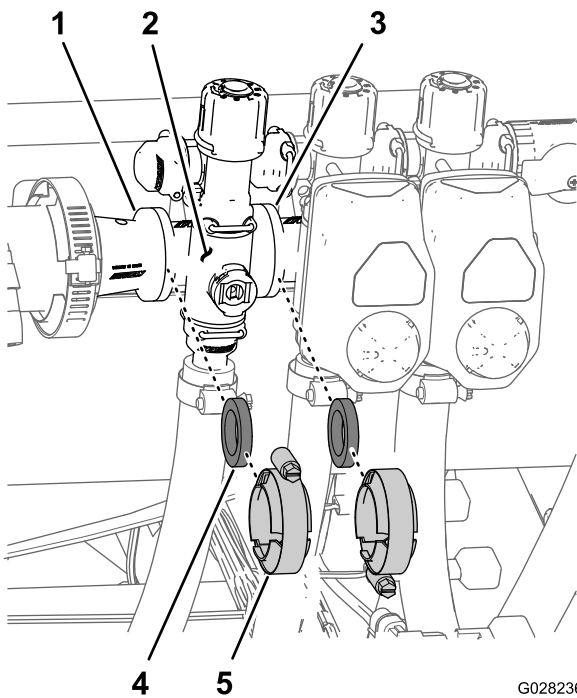

Bild 136
1. Entfernen Sie die Klemmen und Dichtungen, mit denen der Verteiler für das Abschnittventil (Bild 136) an dem danebenliegenden Abschnittventil (falls links, Abschnittventil und Reduzierkupplung) befestigt ist.